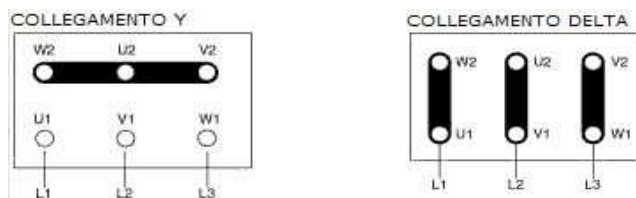

Figura 1
Le connessioni elettriche devono sempre essere eseguite da un elettricista esperto qualificato. I motori forniti devono essere alimentati con tensioni trifasi o se richiesto dal cliente, monofase. Il tipo di connessione nei motori trifasi può essere a stella (Y) o a delta ( $\Delta$ ) in accordo alla linea di alimentazione 380 o 220 VAC (vedere figura 1).